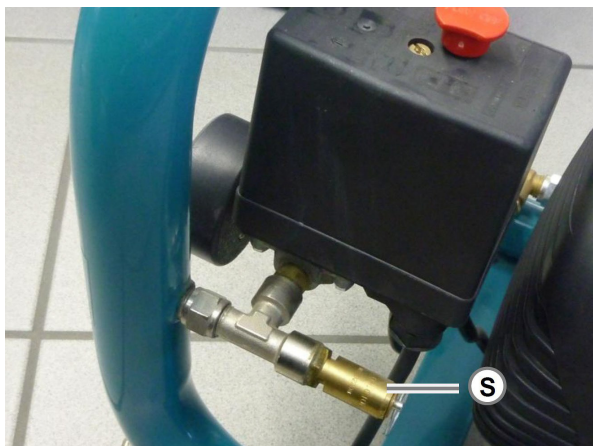

Abb. 10: Sicherheitsventil
Schritt 4 Öffnen Sie das Sicherheitsventil (S, Abb. 10, neben dem Druckschalter) indem Sie den Ring nach außen ziehen (der Druckkessel muss unter Druck stehen). Prüfen Sie das Sicherheitsventil auf einwandfreie Funktion: Öffnen bei Überdruck.